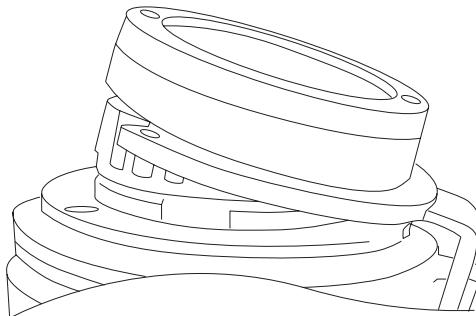

Рис. 7
3. Установите пневматический привод в сборе, заведя вилку корпуса подшипника **A** в паз фланца **B** (**Рис. 7, 8**).